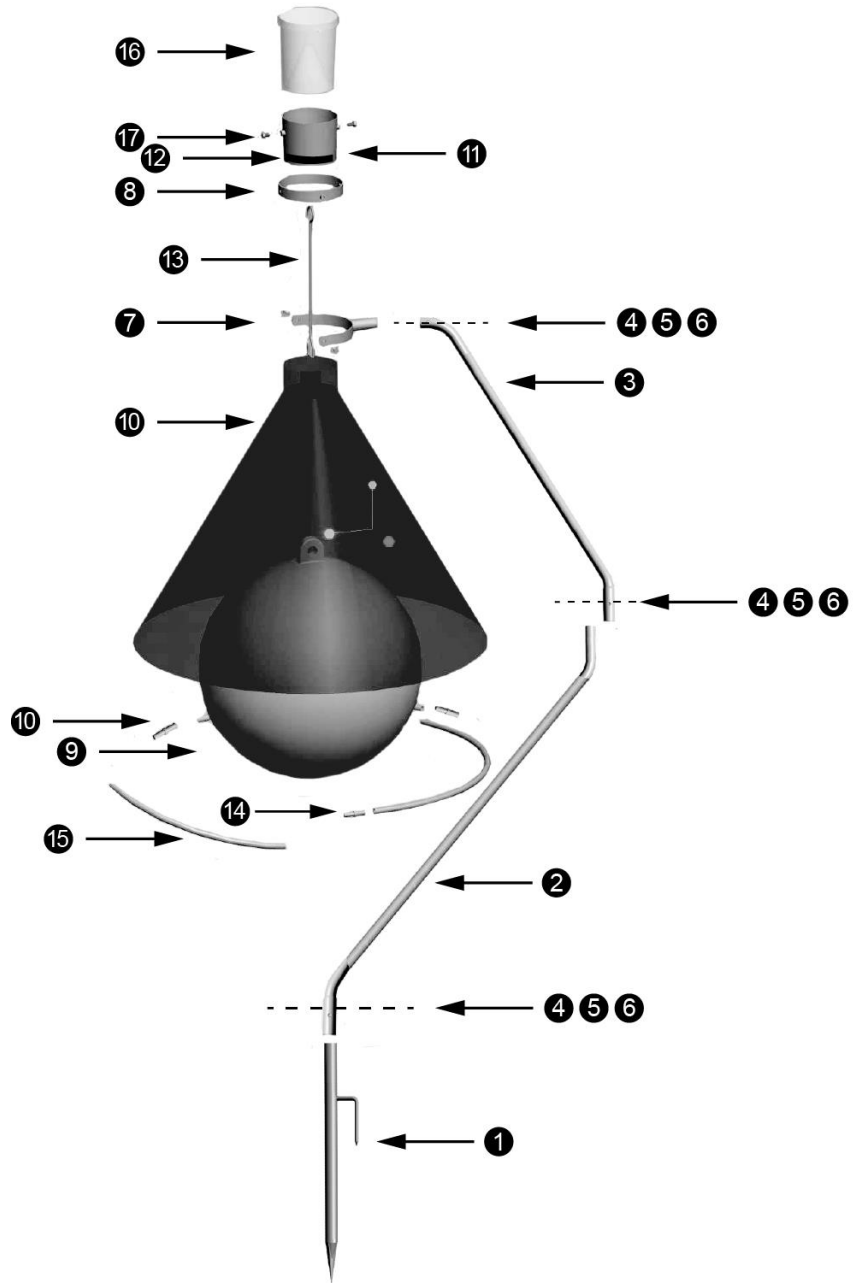

Abb. 2: Detailansichten
5. Schlagen Sie das Sockelrohr (1) entsprechend Abb. 2. mit Hilfe des Pfropfs (18) in die Erde. Benutzen